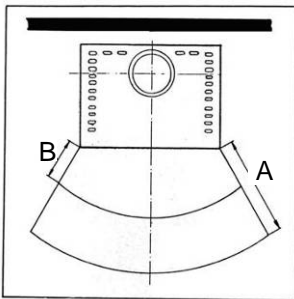

Fig. 8
Per gli elementi costruttivi, i mobili e i tessuti di arredamento infiammabili situati nella zona di irraggiamento della stufa è necessario rispettare una distanza minima di **80 cm (A)**, misurati dal bordo anteriore dell'apertura del focolare. La distanza di sicurezza si riduce ai **40 cm (B)** qualora di fronte all'elemento sia installata una protezione areata (v. fig. 8).